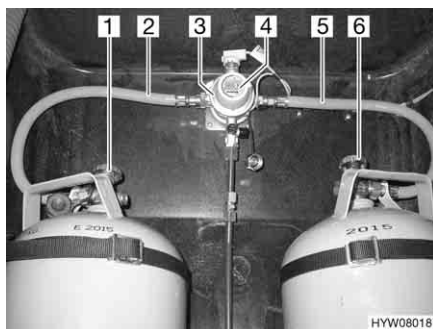
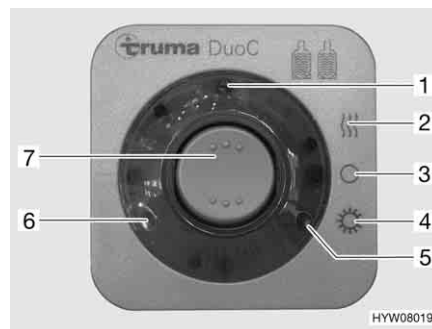

Fig. 102 Dispositif de commutation DuoControl
Fig. 103 Unité de commande
Le dispositif de commutation DuoControl est composé d'une valve de commutation (Fig. 102,3) et de l'unité de commande (Fig. 103). La valve de commutation est montée entre les lyres (Fig. 102,2 et 5). Un bouton rotatif (Fig. 102,4) situé sur la valve de commutation permet de définir laquelle des bouteilles de gaz est celle de service et laquelle est celle de réserve.
Seules les fonctions électriques peuvent être activées sur l'unité de commande (Fig. 103). Les robinets principaux des bouteilles de gaz (Fig. 102,1 et 6) doivent être ouverts manuellement.
La valve de commutation garantit une pression du gaz constante, indépendamment de la bouteille qui fournit le gaz. Les deux voyants de contrôle de l'unité de commande indiquent le niveau de remplissage de la bouteille de service. Lorsque le voyant de contrôle vert (Fig. 103,6) s'allume, la bouteille de service est entièrement chargée. Lorsque le voyant de contrôle rouge (Fig. 103,5) s'allume, la bouteille de service est vide. L'alimentation en gaz s'effectue également par la bouteille de réserve.
- Ouvrir les robinets principaux des bouteilles de gaz (Fig. 102,1 et 6).
- Choisir la bouteille de gaz avec le bouton rotatif (Fig. 102,4) de la valve de commutation (Fig. 102,3) à partir de laquelle le gaz sera utilisé principalement (bouteille de service).
- Mettre en marche le dispositif de commutation DuoControl sur l'unité de commande (Fig. 103).
Pour ce faire, régler le commutateur à bascule (Fig. 103,7) sur régime hiver "Marche et chauffage" (Fig. 103,2) ou bien sur régime été "Marche" (Fig. 103,4). La valve de commutation est maintenant désaérée. Le voyant de contrôle jaune (Fig. 103,1) s'allume si le régime hiver est sélectionné et l'installation de dégivrage est activée.
- Mettre le commutateur à bascule (Fig. 103,7) sur "O" (Fig. 103,3). Le voyant de contrôle jaune (Fig. 103,1) s'éteint.
- Fermer les robinets principaux des bouteilles de gaz (Fig. 102,1 et 6).
Les voyants de contrôle de l'unité de commande (Fig. 103,5 et 6) signalisent à l'intérieur du véhicule si la bouteille de gaz est en état de marche.
Si le voyant de contrôle vert (Fig. 103,6) s'éteint durant le fonctionnement et le voyant de contrôle rouge (Fig. 103,5) s'allume, la bouteille de gaz définie comme bouteille de service est vide et doit être remplacée. La bouteille de réserve alimente les appareils à gaz.